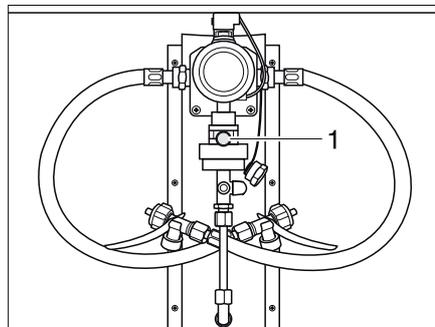
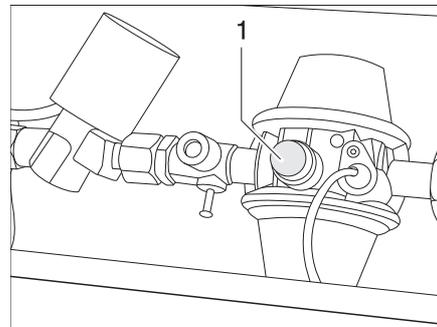

Bild 86 Crash-Sensor Gasflaschen
Bild 87 Crash-Sensor Gastank
- Den grünen Entsicherungsknopf (Bild 86,1), (Bild 87,1) mehrere Sekunden eindrücken.